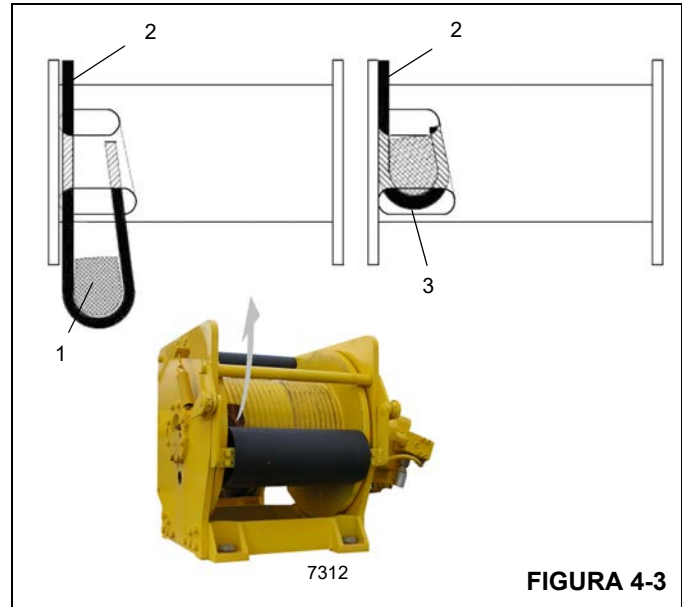

FIGURA 4-3
3. Insira o cabo através da fenda e posicione-o ao redor da cunha de fixação (1) (Figura 4-3).